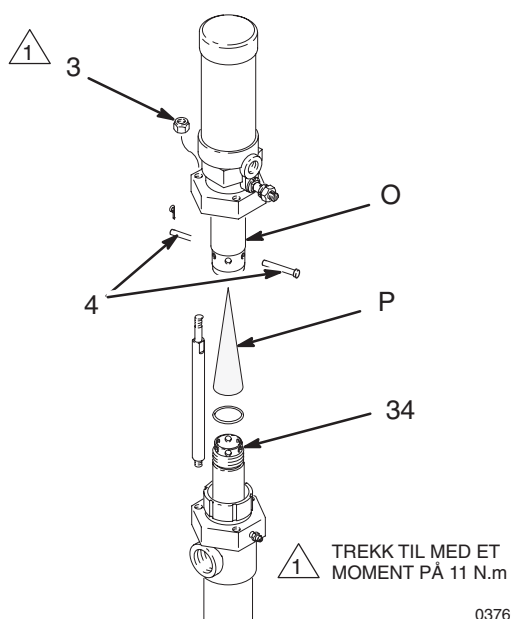

Fig. 6
NB: Hvis lydempere fjernes (P, Fig. 6) vil dette øke både pumpens strømningshastighet og eksosstøy og redusere ising.
Skruløs strekkstangens låsemuttere (3), ta ut sjakkelpinnen (4) og løft luftmotoren. Skruløs stangen (34). Se Fig. 6.
Bruk et smøremiddel med litiumbase på stangens gjenger (34). Sett inn lyddemperen (P) slik som vist. Trekk til stangen (34) i luftmotorens veivstang for hånd. Sett inn pinnen (4). Smør gjengene på strekkstangen. Sørg for at opprettingen blir riktig ved å først tre låsemutrene (3) løst på strekkstengene, og deretter trekke dem jevnt til med et moment på 11 N.m. Se Fig. 6.